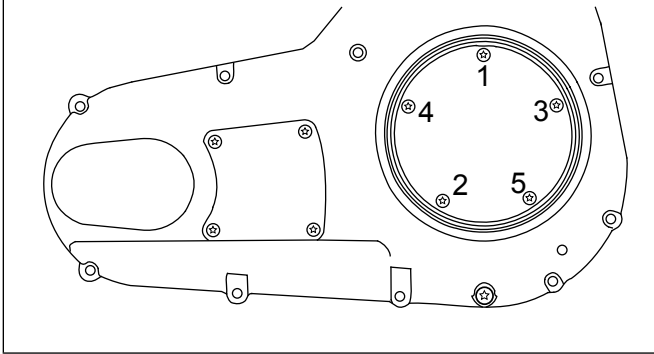

Abbildung 1. Anzugsreihenfolge Kupplungsinspektionsdeckel
5. Den Kupplungsinspektionsdeckel (1) und die Dichtung mit den Schrauben und Unterlegscheiben aus dem Nachrüstsatz am Primärkettengehäusedeckel anbringen. Die Schrauben auf ein Drehmoment von 10–12 N·m (84–108 in-lbs) in der in Abbildung 1 abgebildeten Reihenfolge anziehen.